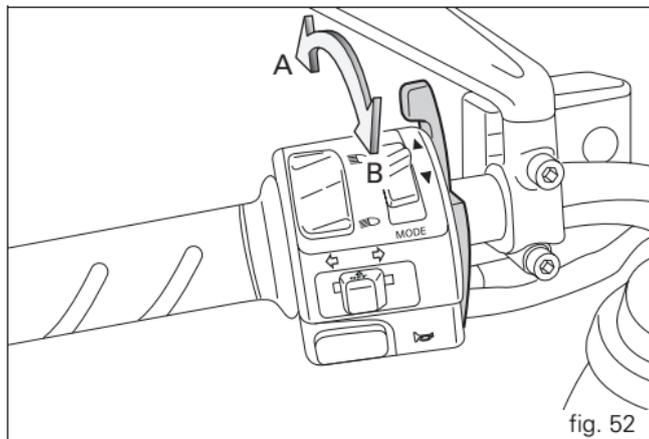

fig. 52
- 2) Déplacer le levier de starter sur la position (B, fig. 52).
5) Ensuite, à mesure que la température du moteur augmente, ramener progressivement le levier du starter en position verticale (A, fig. 52). Un moteur chaud doit tenir le ralenti lorsque le starter est complètement fermé.